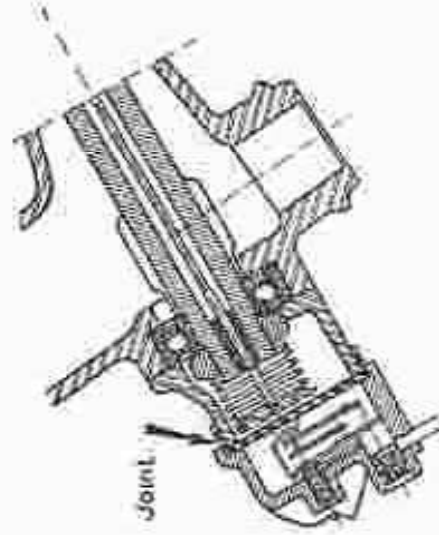

Fig. 56 — Vue en coupe du boîtier de carter et du boîtier de direction.
• Mettre en place le roulement 8203 (fig. 56).